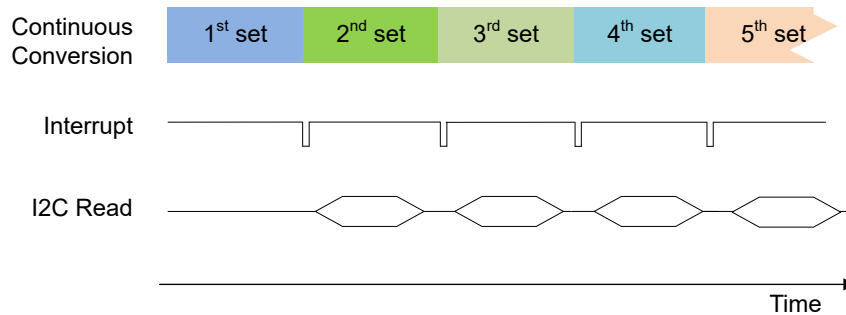

図 7-10. AC ライン電源による連続変換
- 変換完了を示すために、 $\overline{\text{INT}}$  信号が Low にアサートされるのを待ちます。 $\overline{\text{INT}}$  が Low になると、16 ビットの T、X、Y、Z レジスタを一つの読み取りコマンドで読み取ります (図 7-10 を参照)。